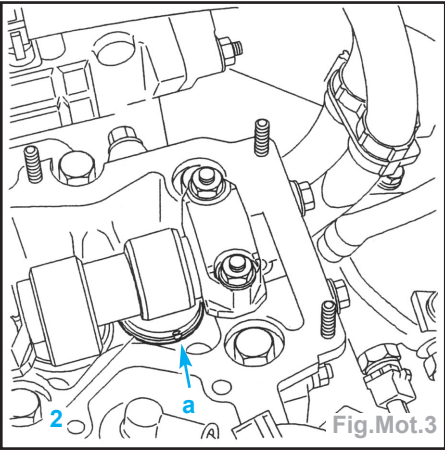

Fig.Mot.3
- Orienter l'encoche du poussoir (2) dans la position «a» (Fig.Mot.3).